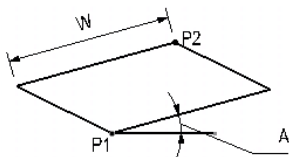

图 2-48
- 宽度、角度和另一点确定平行四边形：确定 P1 后，如果只是输入宽度 W 和角度 A，那么只是确定了平行四边形的底边，还需输入与 P1 对角的另一点，才能确定平行四边形，如图 2-48 所示。